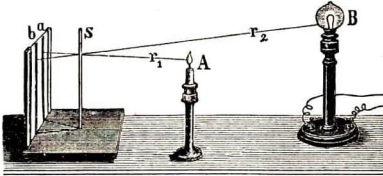

Abb. 218
**6. Lichtstärken mißt man mit den Photometern.** Das einfachste ist das Schattenphotometer (Abb. 218). Dabei beleuchtet man ein Stäbchen
**Beispiel:** Es sei in Abb. 218  $B$  eine 5kerzige Glühlampe (ihr Abstand vom Schirm, 0,9 m),  $A$  eine Kerzenflamme (ihr Abstand vom Schirm, 0,4 m). Sind die Schatten  $a$  und  $b$  dann gleich hell, so folgt: